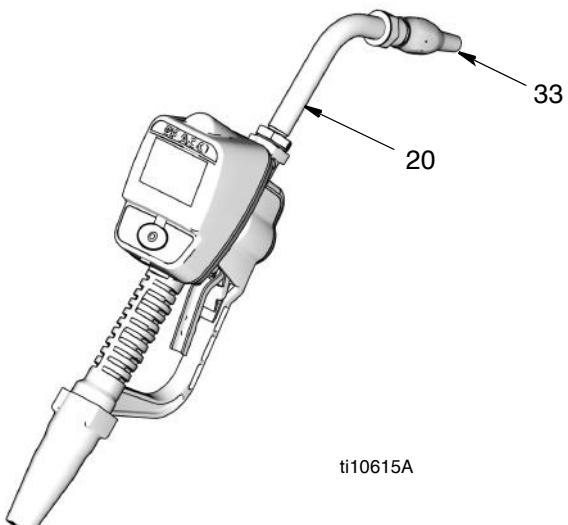

Рис. 19
**Установка насадки (Рис. 19)**